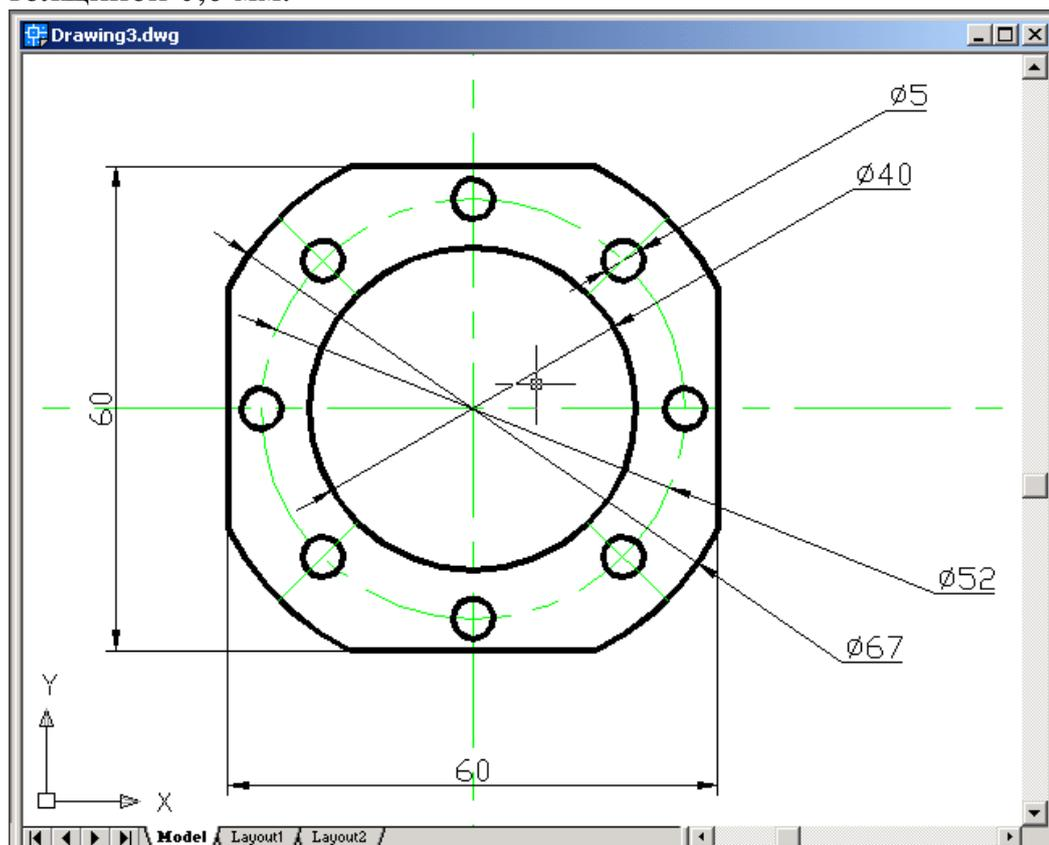

Рис. 7
14. **Выполните сечение детали (рис. 7).**
Постройте окружности с диаметрами, указанными на рис. 7, объектные привязки центров – к центральной точке пересечения.
Дальнейшие построения согласно рис.7.